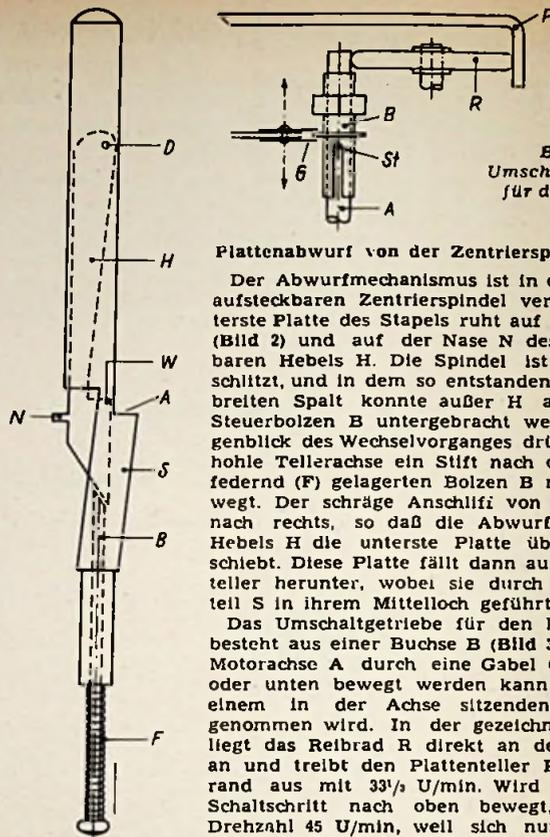

Bild 2.
Der Abwurfmechanismus ist in das Innere der aufsteckbaren Zentrierspindel verlegt. Die unterste Platte des Stapels ruht auf der Auflage A (Bild 2) und auf der Nase N des um D drehbaren Hebels H. Die Spindel ist nämlich geschlitzt, und in dem so entstandenen etwa 3 mm breiten Spalt konnte außer H auch noch der Steuerbolzen B untergebracht werden. Im Augenblick des Wechselvorganges drückt durch die hohle Tellerfäche ein Stift nach oben, der den federnd (F) gelagerten Bolzen B nach oben bewegt. Der schräge Anschlag von B schiebt H nach rechts, so daß die Abwurfkante W des Hebels H die unterste Platte über A hinaus schiebt. Diese Platte fällt dann auf den Plattenteller S herunter, wobei sie durch den Spindelteil S in ihrem Mittelloch geführt wird.